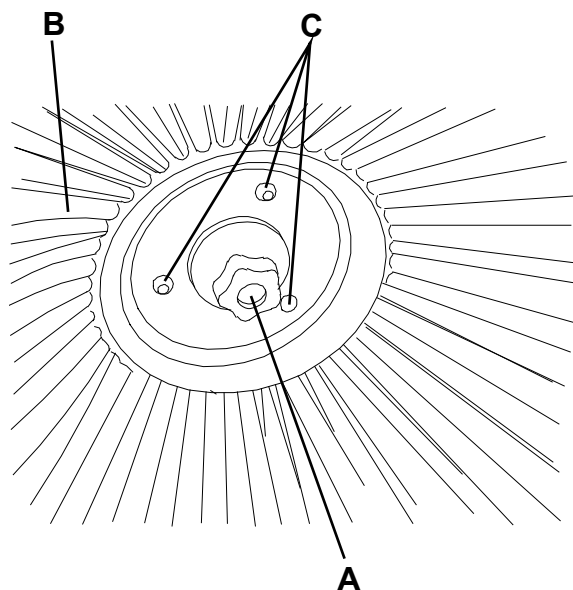

Figure 2
- Positionner l'interrupteur général (1) sur "0".
- Dévisser le pommeau (A, Fig. 2) dans le balai latéral, puis déposer le balai (B) en le dégageant des trois pivots (C).
- Installer le nouveau balai dans la machine en l'engageant dans les pivots (C), puis visser la poignée (A).